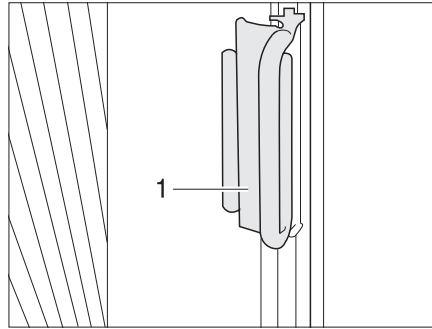

Bild 80 Handtag plisségardin för vindrutan
- Håll i plisségardinernas handtag på båda sidor och dra dem i handtaget (Bild 80,2) försiktigt till mitten av vindrutan tills magnetlåset håller plisségardinen stängd.